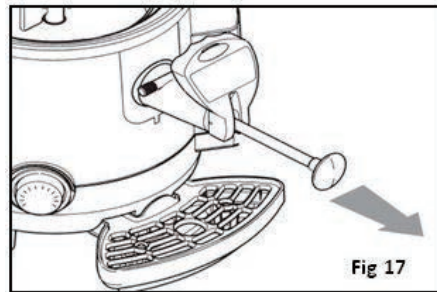

Fig 17
- Positionnez la tige du robinet sur sa position de distribution maximale (Fig. 17).